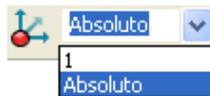

Figura 2.219 Enviar modelo al Modelador PowerMILL.
- Extender el nodo de Patrones y hacer clic derecho sobre 1 - Insertar - Modelar modelo alambre... para enviar a las superficies al Modelado PowerMILL (Figura 2.219).